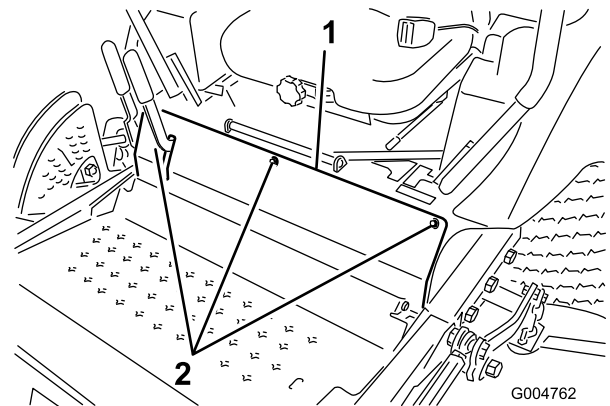

Figura 66
- Afloje los pernos del panel delantero y retire el panel (Figura 66).